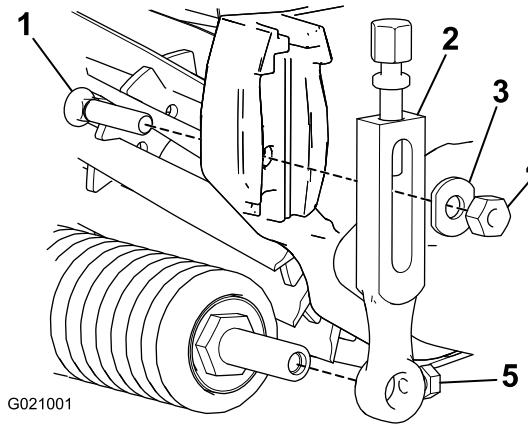

図 1
- 刈高アーム左右のどちらか1本をカッティングユニットのサイドプレート固定しているプラウボルト、ワッシャ、ナットを外す図1。
2. 刈高アームについているローラ取り付けねじをゆるめる図 1。
3. 刈高アームをローラシャフトから抜き取る図 1。